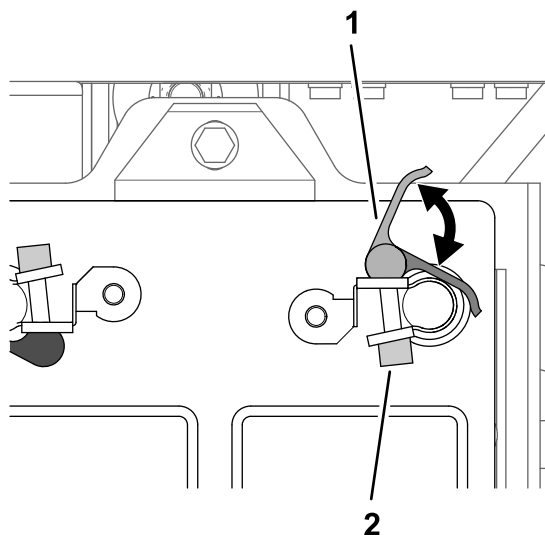

图210
- 用黑色手柄打开快速连接夹具的门锁手柄图210。
4. 关闭快速连接夹具的门锁手柄图210。